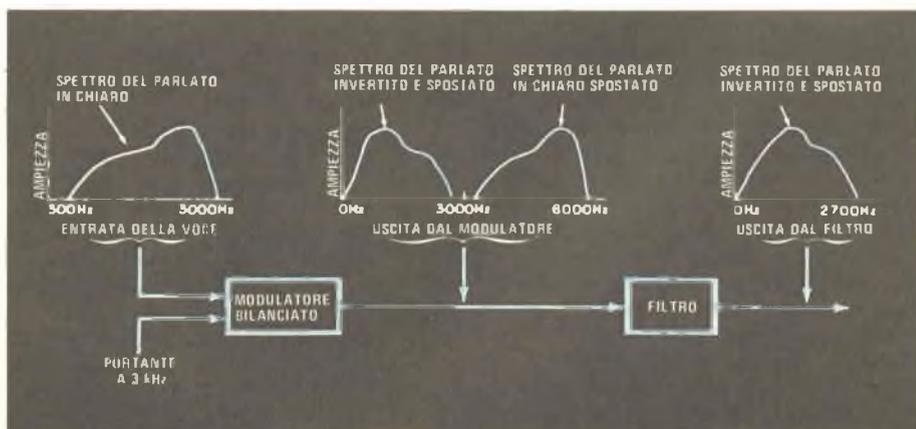

Fig. 2 - Gli invertitori spostano le componenti di frequenze alte.
*Fig. 2 - Tipici diagrammi di irradiazione orizzontale di una stessa antenna a stilo montata sul tetto (sopra a sinistra) sul cofano posteriore (sopra a destra) e sul paraurti posteriore (qui sotto).*
**Dove montare l'antenna** - Si è già osservato precedentemente che la posizione dell'antenna sul veicolo ha un effetto non trascurabile sulle prestazioni ottenibili, poiché il corpo del veicolo influenza i diagrammi di irradiazione e ricezione. Come illustrato nella *fig. 2*, i diagrammi relativi ad uno stilo di lunghezza pari a  $\lambda/4$ , montato sul tetto di un'automobile, o sul cofano posteriore, o sul paraurti posteriore, sono sostanzialmente differenti.
modulatore bilanciato insieme al segnale vocale. La banda laterale piú bassa generata riflette l'immagine speculare delle frequenze vocali (ved. fig. 2).